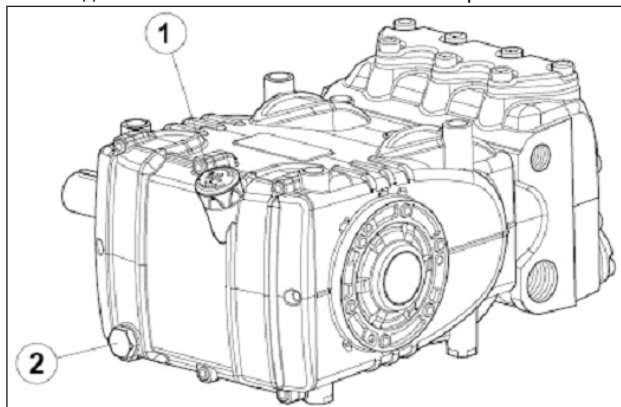

Рис. 3
с помощью маслоизмерительного щупа поз. ①, Рис. 3.
Правильная проверка уровня масла выполняется на насосе при комнатной температуре, а замена масла должна производиться на насосе при рабочей температуре путем извлечения маслоизмерительного щупа поз. ①, а затем пробки, поз. ②, Рис. 3.
Подготовьте систему таким образом, чтобы ни при каких условиях во время работы насоса температура масла не превышала **100°C** (212°F). Пользуйтесь температурным датчиком, вставляемым в маслосливную пробку, поз. ② Рис. 3. См. руководство "ВЗРЫВОЗАЩИТА АТЕХ".